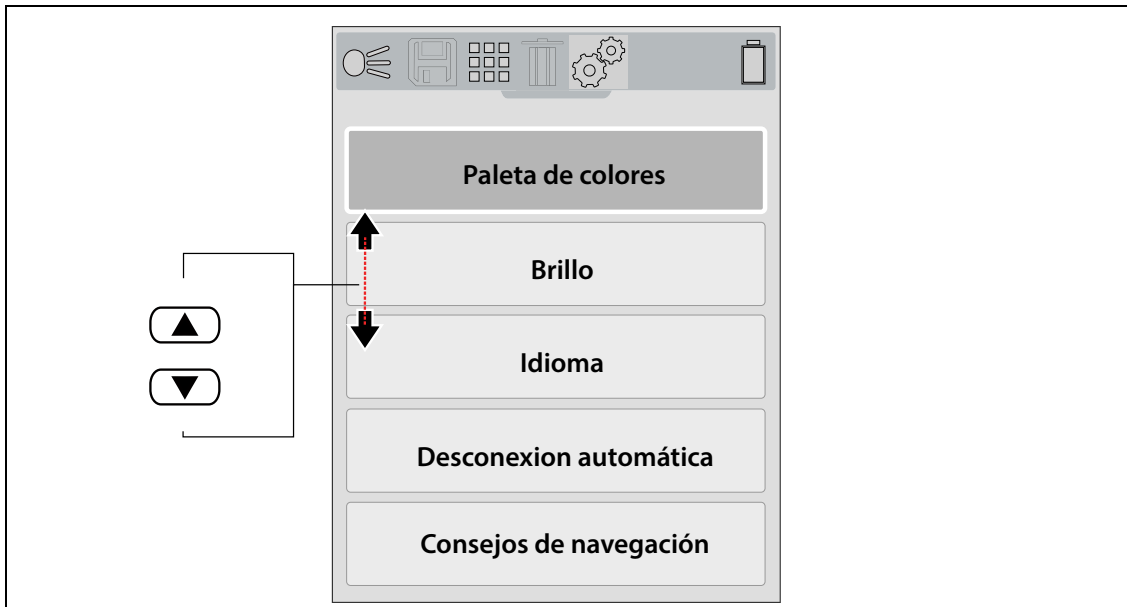

Figura 5-2
2. Utilice los botones de control **ARRIBA ▲ / ABAJO ▼** para seleccionar una opción del menú (Figura 5-2). Pulse el botón **Y** para seleccionarlo.